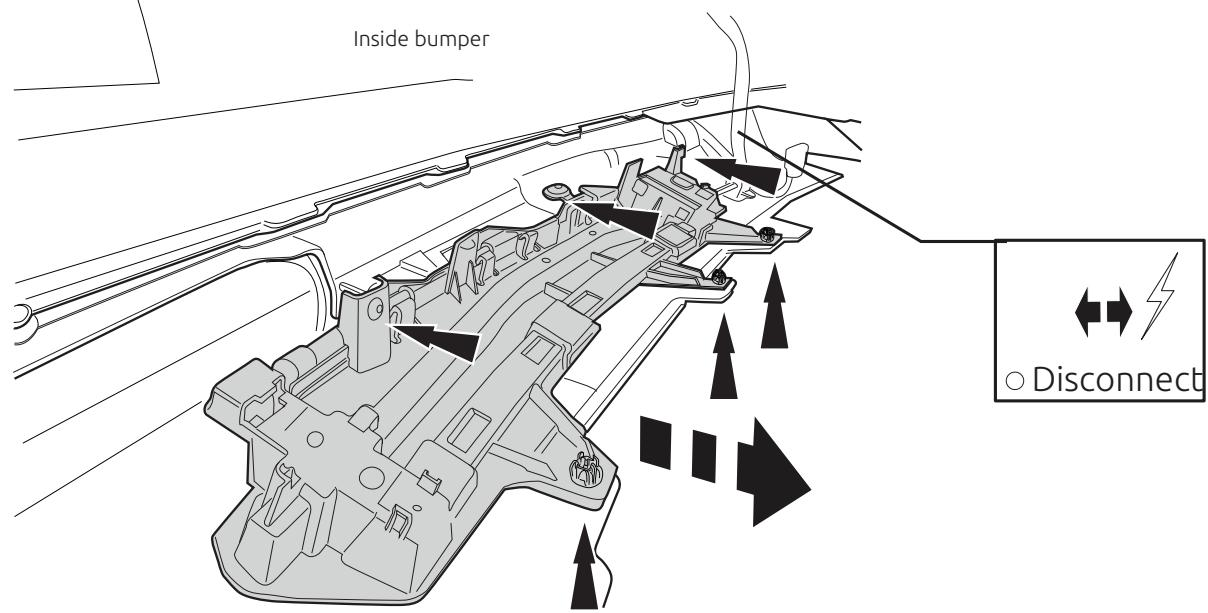

Fig. 3
9. **Внимание, если имеются:** Снять указанные детали. См. рисунок 3. Выпилить обозначенную часть, как указано на рис. 4а-4в.